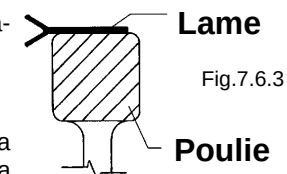

Fig.7.6.3
la lame doit poser sur les deux poulies, excepté pour la partie aiguisée qui doit sortir de la poulie (Fig. 7.6.3).
7.8. - Nettoyage de le goujon guide-lame (Fig. 7.6.3)